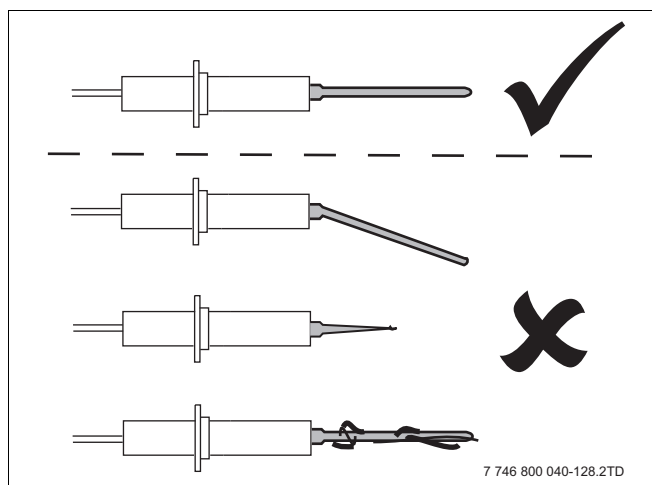
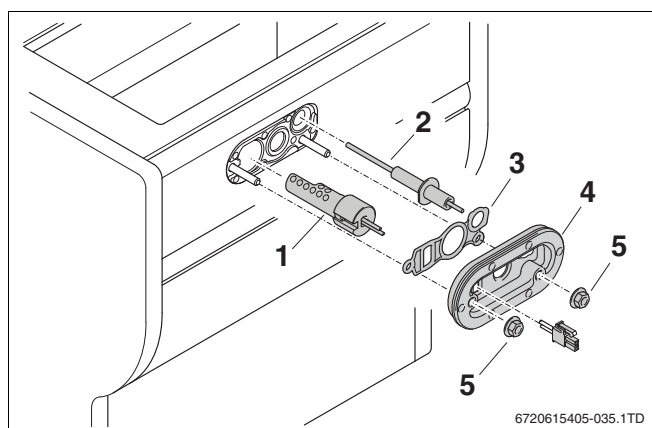

Fig. 83 Ionisatie-elektrode controleren
Fig. 84 Ontstekingsunit vervangen
- Vervang daarom elke 4 jaar de rubberen dichting (→ fig. 84, [3]) en de afdekplaat met afdichrubber (→ fig. 84, [4]).
- Controleer afzonderlijke onderdelen van de ontstekingsunit (→ fig. 84) op slijtage, beschadiging of vervuiling (→ fig. 83).